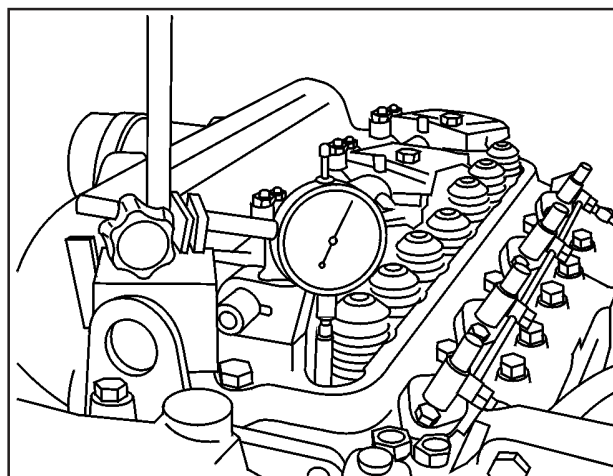

FIG 28
4. Posicione o relógio microcomparador de base magnética na face superior da haste da válvula **Fig. 28**.